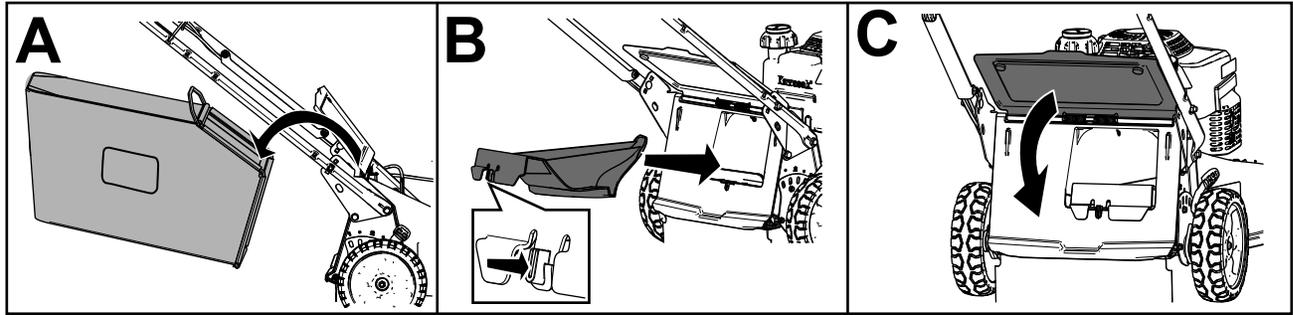

Figure 16
- Si le bac à herbe est installé sur la machine, enlevez-le (A de Figure 16).
- Si l'obturateur d'éjection arrière n'est pas en place, saisissez-le par la poignée, soulevez le déflecteur arrière, et insérez l'obturateur dans la goulotte d'éjection arrière jusqu'à ce qu'il se verrouille en position (B de Figure 16).
3. Sortez la tige du bac à herbe des crans à la base du guidon (A de Figure 16).
4. Installez l'obturateur d'éjection (B de Figure 16).
5. Abaissez le déflecteur arrière (C de Figure 16).